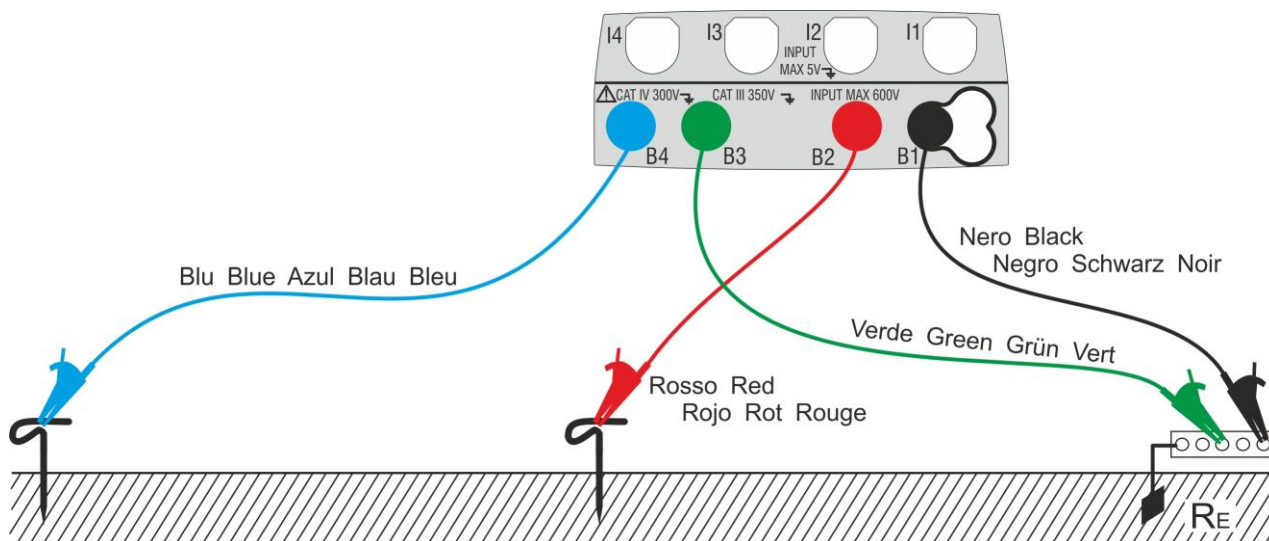
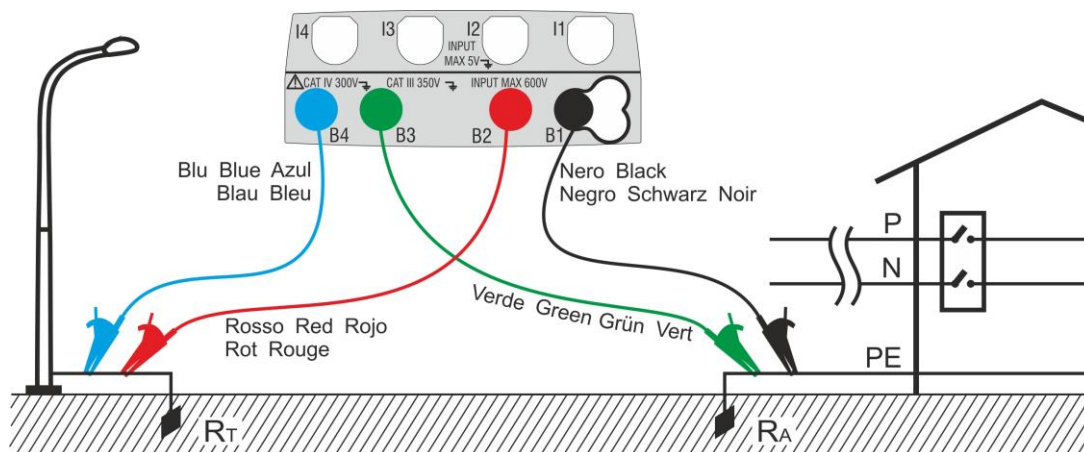
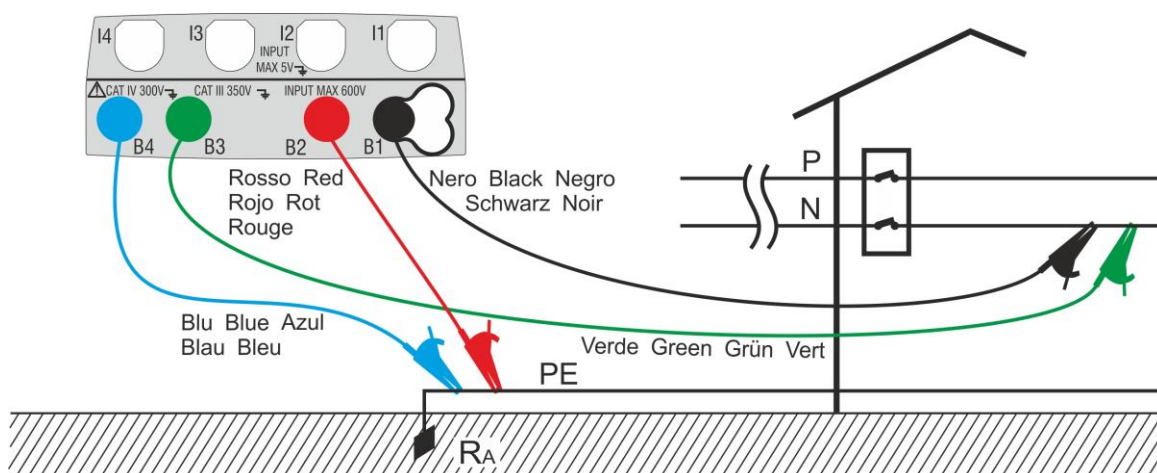

Fig. 27: Medida de la resistencia de tierra a 3 hilos
Fig. 28: Medida de la resistencia de tierra a 2 hilos con dispensar auxiliar
Fig. 29: Medida de la resistencia de tierra a 2 hilos del cuadro de alimentación
- 12 Conecte los cocodrilos a los dispersores auxiliares y a la instalación en examen de acuerdo con la Fig. 27, Fig. 28, Fig. 29 o Fig. 30